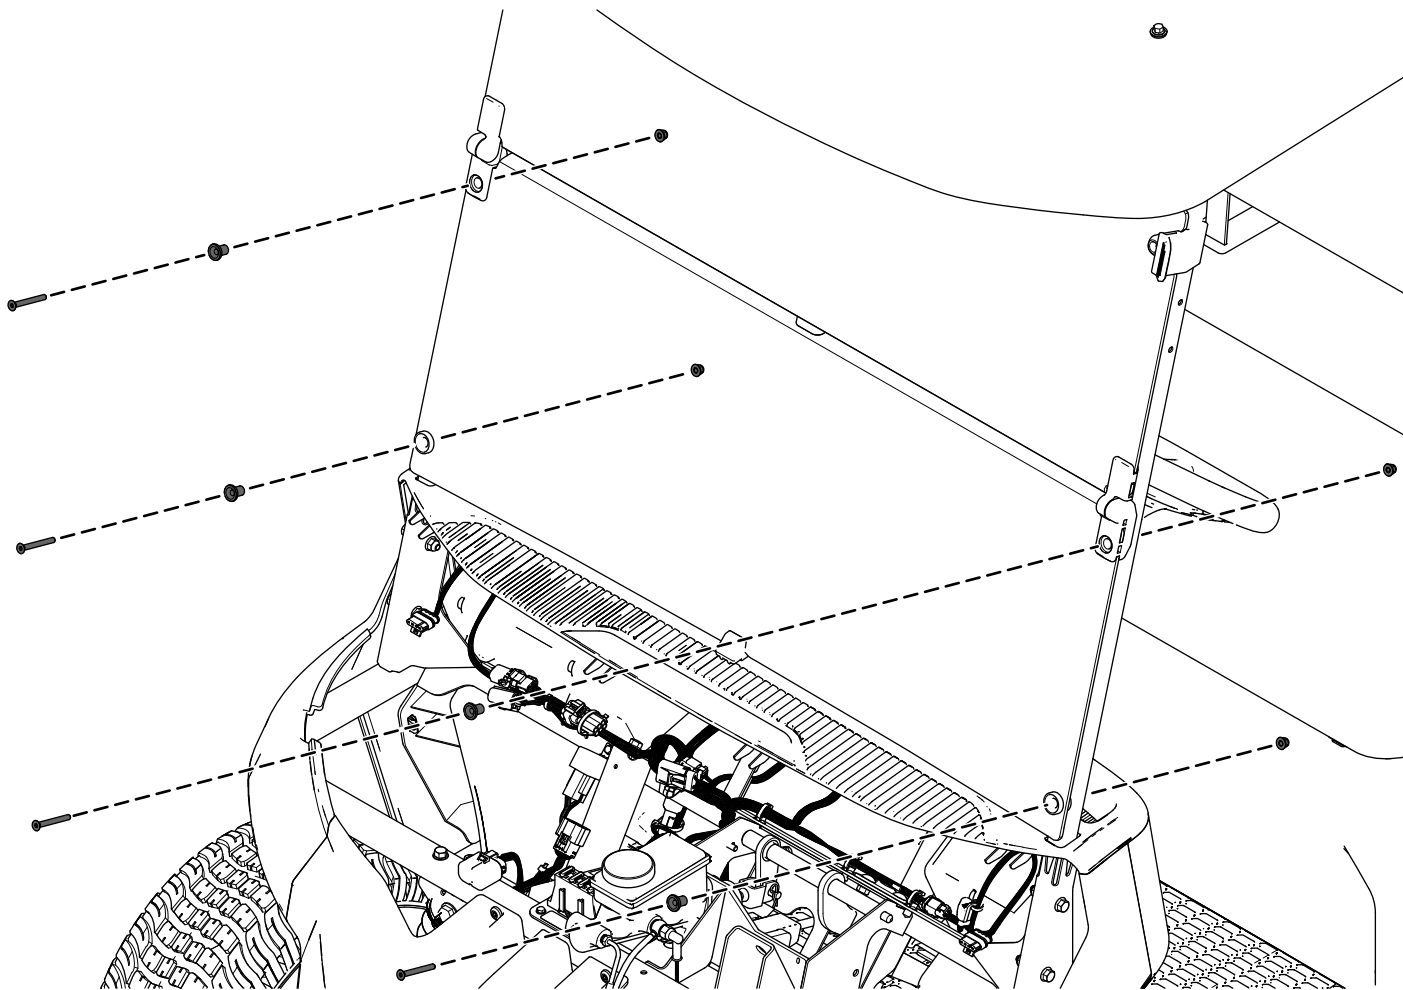

図 3
5. ウインドシールドを前側キャノピフレームに固定する六角ソケットツフランジヘッドボルトM6 x 55 mm4本、スペーサ4個、ロックナットM64個を使用して図 3のように取り付ける。